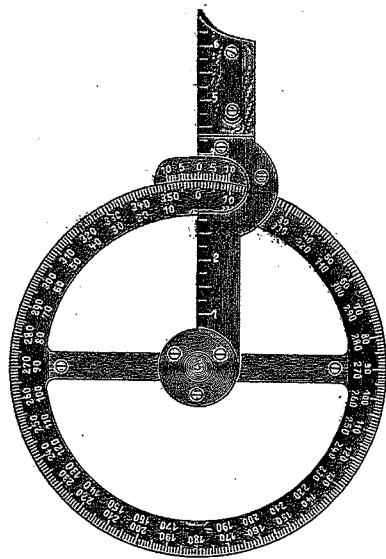

Bild 19.
Special-Transporter (Fig. 19).
*Rapporteur spécial avec règle divisée (Fig. 19).